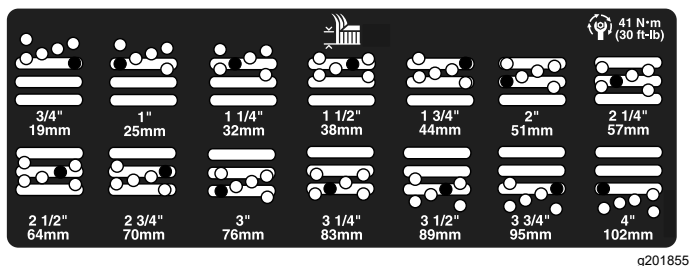

Figure 22
5. Placez la chambre à la hauteur de coupe voulue et mettez l'entretoise dans le trou et la fente correspondants à la hauteur de coupe désignée (Figure 22).